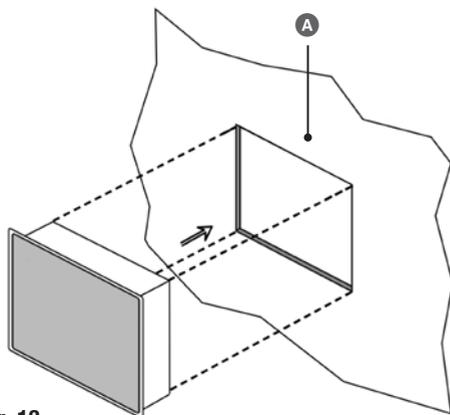

Fig. 13
1. Découpez une ouverture de montage (voir **Fig. 13**) dans la porte de l'armoire de commande ou sur le panneau.